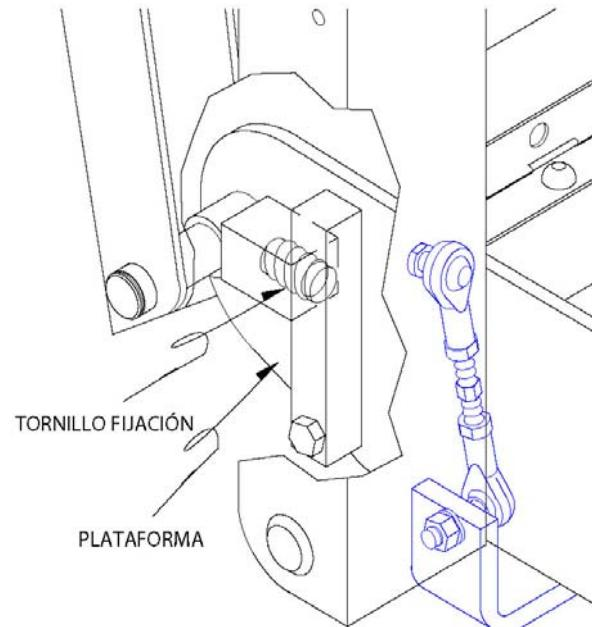

FIGURA 2-19: TORNILLOS DE FIJACIÓN DE LA PLATAFORMA
- b. Consulte la **Figura 2-19**. Ajuste los tornillos de fijación ubicados en la plataforma, a la izquierda y a la derecha, hasta que la misma esté nivelada a cero (0) grados. Gire los tornillos de fijación en el sentido de las agujas del reloj para inclinar hacia arriba el ángulo frontal-posterior o bien gírelos en sentido contrario a las agujas del reloj para inclinar hacia abajo dicho ángulo frontal-posterior.